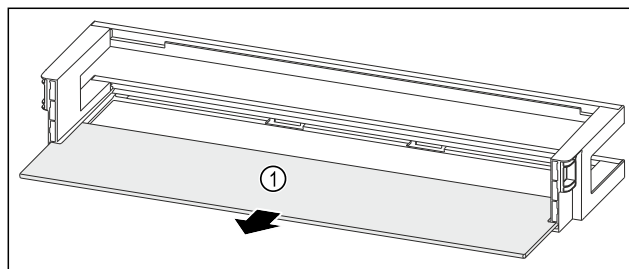

Fig. 185 Дверная полка со съемной полкой
- ▶ Извлеките съемную полку Fig. 185 (1).